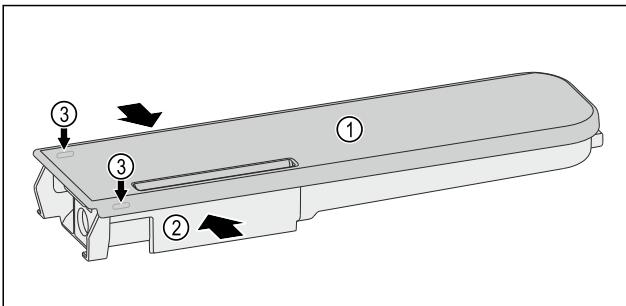

Fig. 123
- Stlačte nádrž na vodu a víko Fig. 123 (1) opatrně vypáčte přes západky Fig. 123 (3) a vytáhněte nahoru.
- Víkem Fig. 123 (1) pohybujte lehce tam a zpět a sejměte jej nahoru.